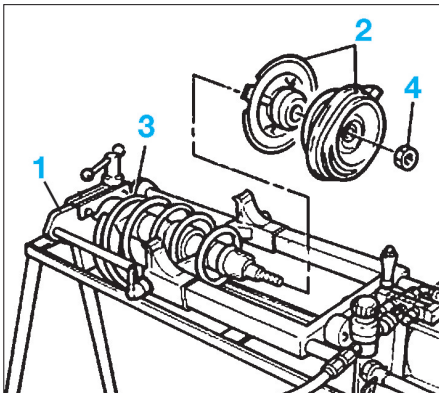

FIG. 6
- À l'aide d'un compresseur adapté (1) fixé dans un étau, comprimer le ressort (3) de suspension jusqu'à soulager la pression qu'il exerce sur la coupelle supérieure (2) de fixation du ressort (Fig.6).